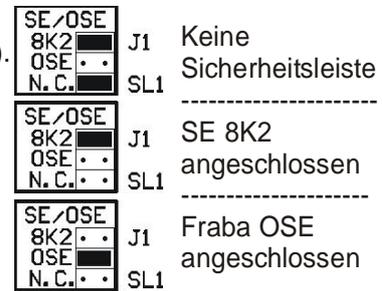

Abb. 2
- Stecken Sie den Jumper je nach Anwendung wie in Abb. 2 gezeigt.